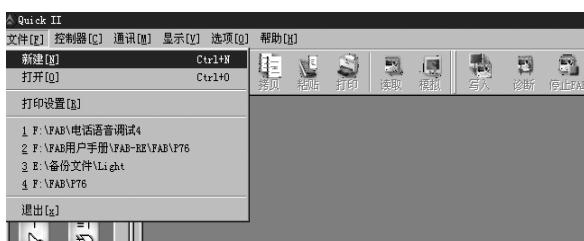

图 4.1 开启新文档
1. 欲打开一个新的文件，用鼠标左键单击菜单文件下的新文件选项或单击工具条上的 图标。如图 4.1 所示：